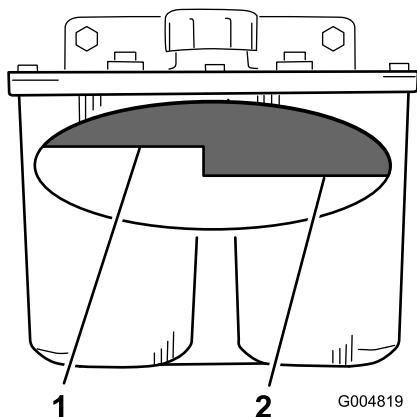

Figura 95
3. Pulite l'area attorno al collo di riempimento del serbatoio idraulico (Figura 95).
4. Rimuovete il tappo dal collo di riempimento e osservate all'interno per controllare se è presente del fluido nel serbatoio (Figura 95).
Nota: Quando è caldo, il fluido deve raggiungere la parte superiore del livello a caldo sul diaframma (Figura 95).